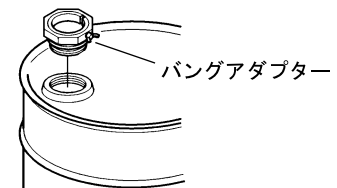

Fig.2
- 3) ドラム缶の注入口(2B)のプラグを外し、別途購入のバングアダプターをねじ込んでください。(Fig.2)